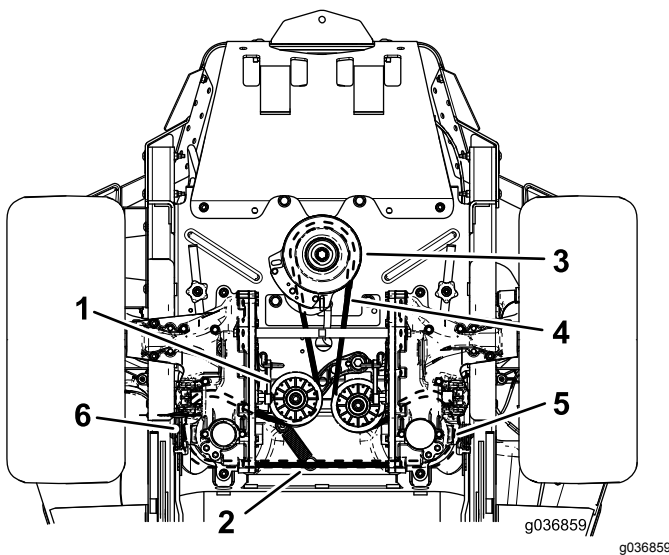

図 67
4. 機体を持ち上げて、ジャッキスタンドで支える 図 67。
6. ポストからアイドラスプリングを外す 図 67。
8. エンジンプーリと2つの油圧ポンププーリに新しいベルトを掛け回す 図 67。